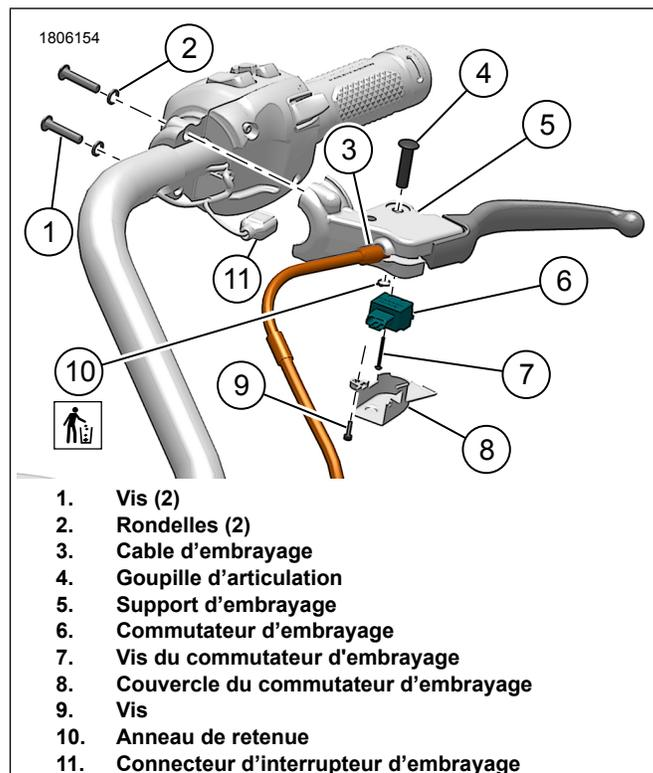
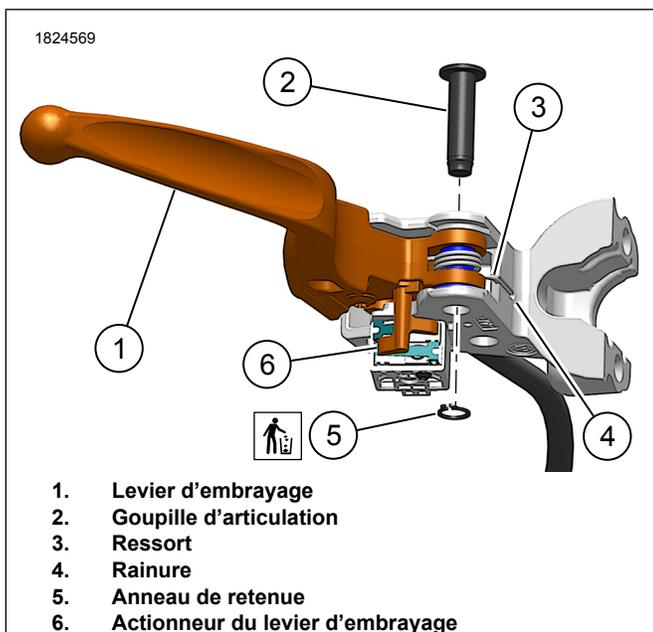

Figure 2. Montage du levier d'embrayage
Figure 4. Ensemble de levier d'embrayage
- a. Voir la Figure 2. Desserrer le câble d'embrayage (3). Consultez le manuel d'entretien.
- d. Voir la Figure 2. Retirez le couvercle du commutateur d'embrayage (8) du dessous de la perche.
2. Voir la Figure 2. Retirer le commutateur d'embrayage (6). Consultez le manuel d'entretien.
4. Retirer la bague de retenue (10) et l'axe de pivotement (4).
1. Voir la Figure 4. Alignez le **nouveau** levier d'embrayage (1).
2. Installez le **nouvel** axe de pivotement (2) et la bague de retenue (5).
4. Voir la Figure 2. Installez le commutateur d'embrayage (6) en prenant soin de ne pas l'endommager.
5. Appliquez de l'adhésif frein-filet au filetage de la vis (7).
7. Voir la Figure 2. Installez le couvercle du commutateur d'embrayage (8).
- a. Appliquez de l'adhésif frein-filet au filetage de vis (9).